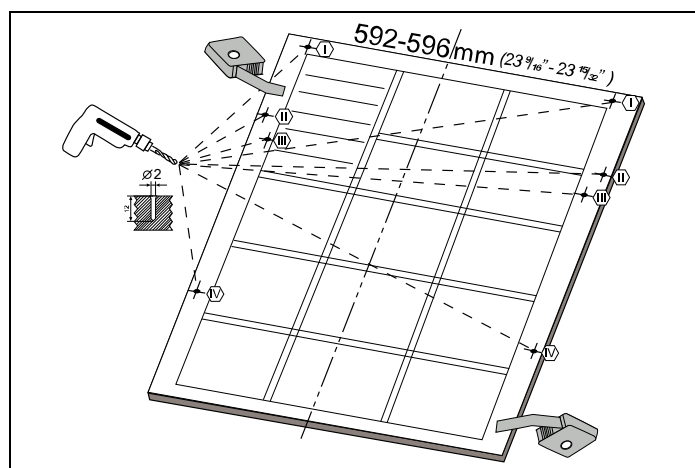

Fig. 19
Så som visas i Fig. 19 måste du mäta höjd och djup på skåpet för att bestämma storleken på den yttre luckan.
- 2) Så som visas i Fig. 19 öppnas skruvhål till den yttre luckan från de punkter som är markerade på installationsmallen. Diametermått på borrbits: 2 mm (5/64") Diametermått på borrbits: 12 mm (15/32")